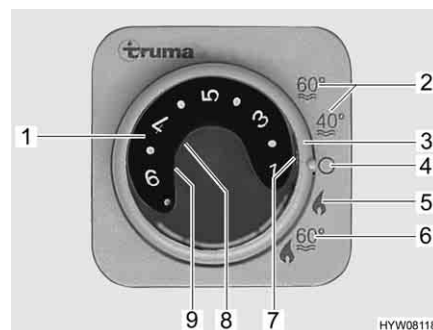

Fig. 164 Unité de commande pour chauffage/chauffe-eau
- Régler le mode de régime à l'aide de l'interrupteur tournant (Fig. 164,3).
Le chauffage règle le degré d'allumage automatiquement en fonction de la température ambiante requise. Une fois que la température ambiante désirée est atteinte, le brûleur s'éteint. En mode "Chauffage et chauffe-eau" (Fig. 164,6) l'eau est également chauffée dans le chauffe-eau. Il est possible de faire fonctionner le chauffage en mode "Chauffage sans chauffe-eau" (Fig. 164,5) et le chauffe-eau vide.
- Régler le bouton tournant de température (Fig. 164,1) de l'unité de commande sur la température de chauffage désirée.
- Régler l'interrupteur tournant (Fig. 164,3) en régime hiver "Chauffage sans chauffe-eau" (Fig. 164,5) ou en régime hiver "Chauffage et chauffe-eau" (Fig. 164,6).
Le voyant de contrôle vert (Fig. 164,7) s'allume.
- Régler l'interrupteur tournant (Fig. 164,3) sur "O" (Fig. 164,4).
La combinaison régime au gaz et régime électrique 230 V permet de raccourcir la période de chauffage (uniquement possible lorsque le chauffage sur l'unité de commande (Fig. 164) est réglé sur régime hiver).